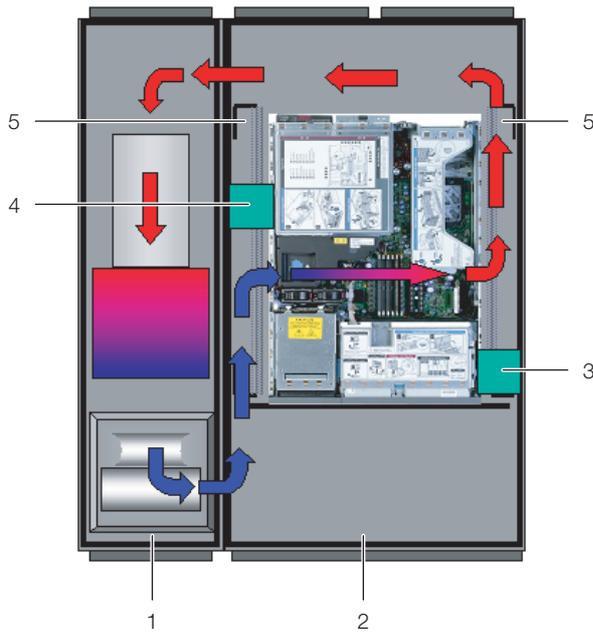

Imagen 15: Disposición de las tiras de gomaespuma en aparatos expuestos al flujo por los laterales (vista desde arriba) – LCP Rack DX
- Si en el armario se encuentran varios aparatos expuestos, corte varios trozos de la tira, de forma que a la altura de cada uno de los aparatos, a izquierda o derecha del armario, se encuentre una de las perforaciones en la tira. Tenga en cuenta que en el lado del aire caliente del aparato no debe haber ninguna perforación (imagen 15, pos. 3).
- Fije estas tiras de gomaespuma desplazadas hacia atrás sobre el lado de aire frío del aparato (imagen 15,
Las tiras de gomaespuma pueden colocarse entre los montantes frontales y posteriores del armario en toda la profundidad junto a los aparatos expuestos al flujo por los laterales (imagen 15, pos. 5).